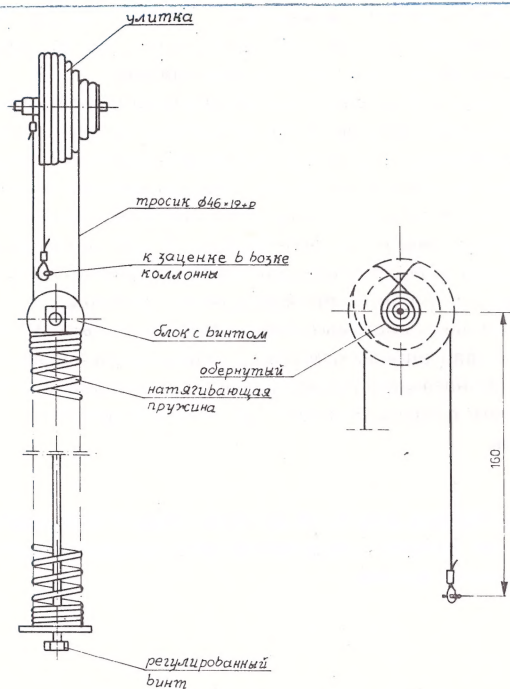

Рис. 3. Схема балансирующей системы колонки. Положение червяка при установке тележки в верхней части колонки (черта на торце червяка в верхней части)
- а) В случае обнаружения повреждения надо обязательно произвести замену троса балансировочной системы. Способ встраивания троса в колонку штатива указан на рис. 3. Хвостовик тросика указан на рис. 4.